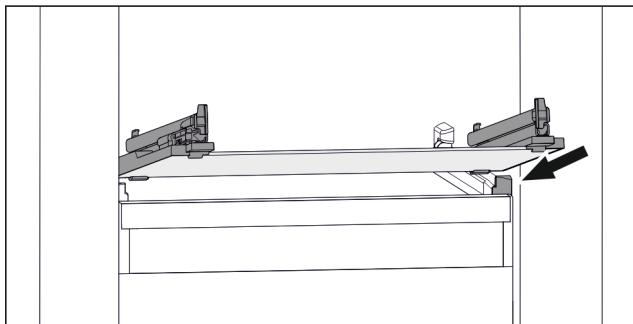

Fig. 98 Примерное отображение стеклянной пластины
- Наклоняя вниз, установите стеклянную пластину за стопоры. (см. Fig. 98)